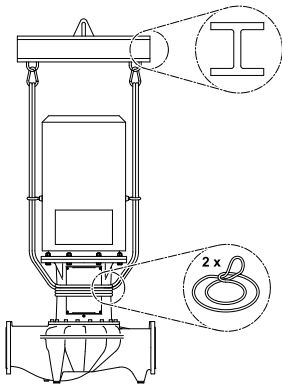

Fig. 32: Plassering av lastestropper (Utførelse IL)
- For å løfte pumpen med kran må pumpen som vist i (Fig. 32/33) festes med egnede reimer. Legg pumpen i remsløyfer som strammes ved hjelp av pumpens egenvekt.